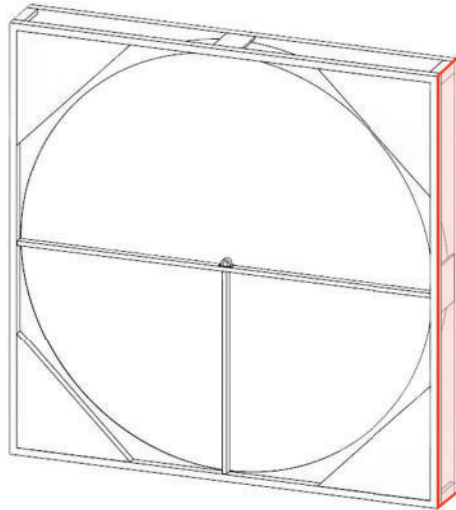

Abb. 39: Modell EQ Seitenwände.
- Stellen Sie sicher, dass die Seitenwand, an der der Motor angebracht ist, für Inspektion und Wartung zugänglich ist. Siehe Abbildung 39.